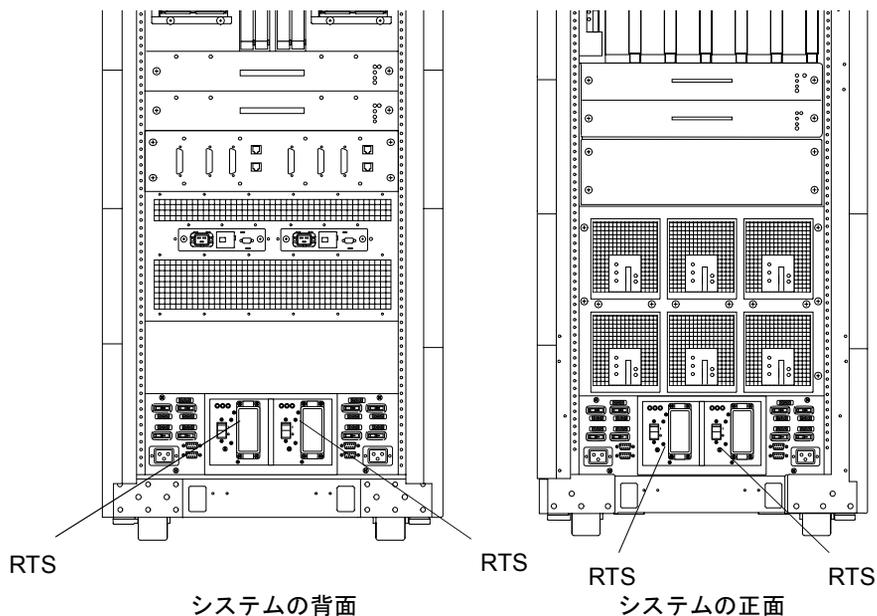

図 2-4 冗長転送スイッチ (RTS) — Sun Fire E6900 システム
4. Sun Fire E6900 システムまたは Sun Fire キャビネットに搭載された Sun Fire E4900 システムを使用している場合は、冗長転送スイッチ (RTS) の電源を切ります (図 2-4)。